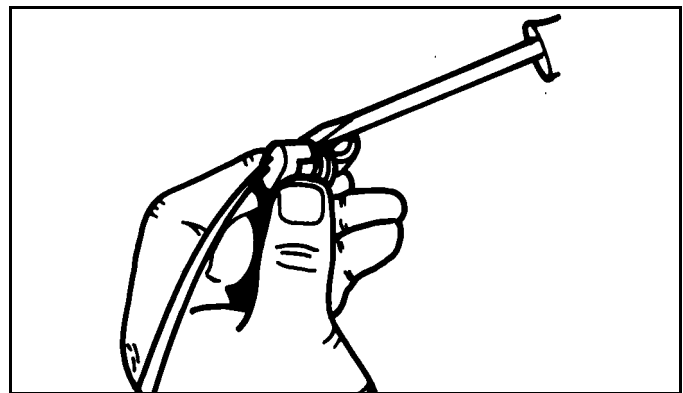

Abb. 1-5
2. Den Halter am Drahtende des Anschlusses mit einem Schraubenzieher entfernen. (Siehe Abb. 1-5)